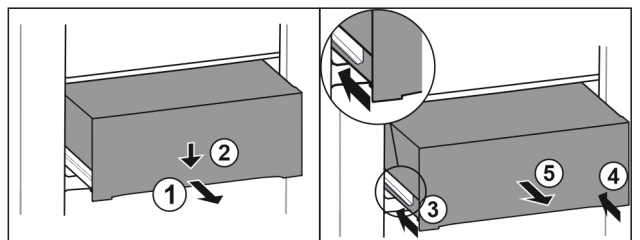

Fig. 157
- Tirer le tiroir jusqu'à mi-chemin. Fig. 157 (1)
- Appuyer sur l'avant du tiroir vers le bas. Fig. 157 (2)
- Insérer le rail gauche d'env. 2 cm. Fig. 157 (3)
- Insérer le rail droit d'env. 2 cm. Fig. 157 (4)
- Retirer le tiroir par l'avant. Fig. 157 (5)